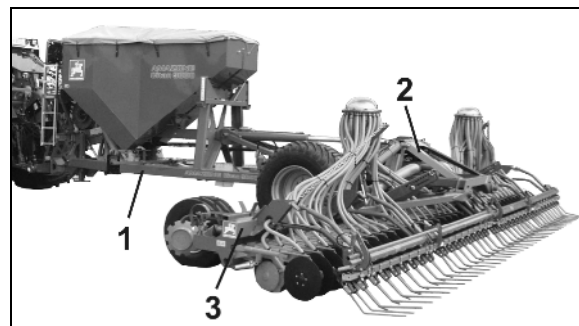

Fig. 22
- Støttehjulet (Fig. 22/1) driver doseringsvalserne i doseringsenheden via variogearet.